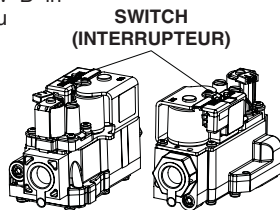

Figure 1
6. Move the gas control switch to the "OFF" position. (See Figure 1)
7. Wait five (5) minutes to clear out any gas. Then smell for gas, including near the floor. If you smell gas, STOP! Follow "B" in above information. If you don't smell gas, go to the next step.
8. Move the gas control switch to the "ON" position. (See Figure 1)
6. Régler l'interrupteur de commande du gaz à la position "OFF". (voir Figure 1).
7. Attendre cinq (5) minutes pour s'assurer de la dissipation du gaz. En cas d'odeur, ARRÊTER LE PROCÉDÉ. Suivre les instructions ci-dessus (Section B). En l'absence de toute odeur de gaz, avancer à l'étape suivante.
8. Régler l'interrupteur de commande du gaz à la position "ON". (voir Figure 1).
4. Move the gas control switch to the "OFF" position. Do not use force. (See Figure 1)